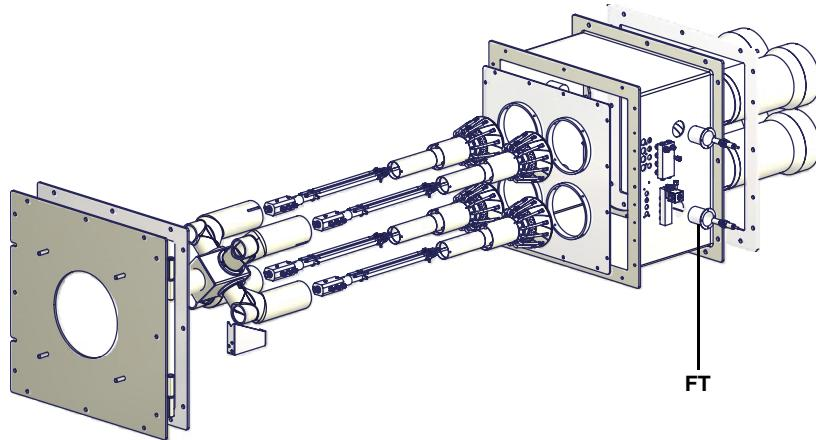

Рис. 28
- Почистить и проверить патрон дизельного фильтра, в случае необходимости заменить его (см. Рис. 28);
- Демонтируйте, проверьте и очистите головку горения (см. Рис. 28).